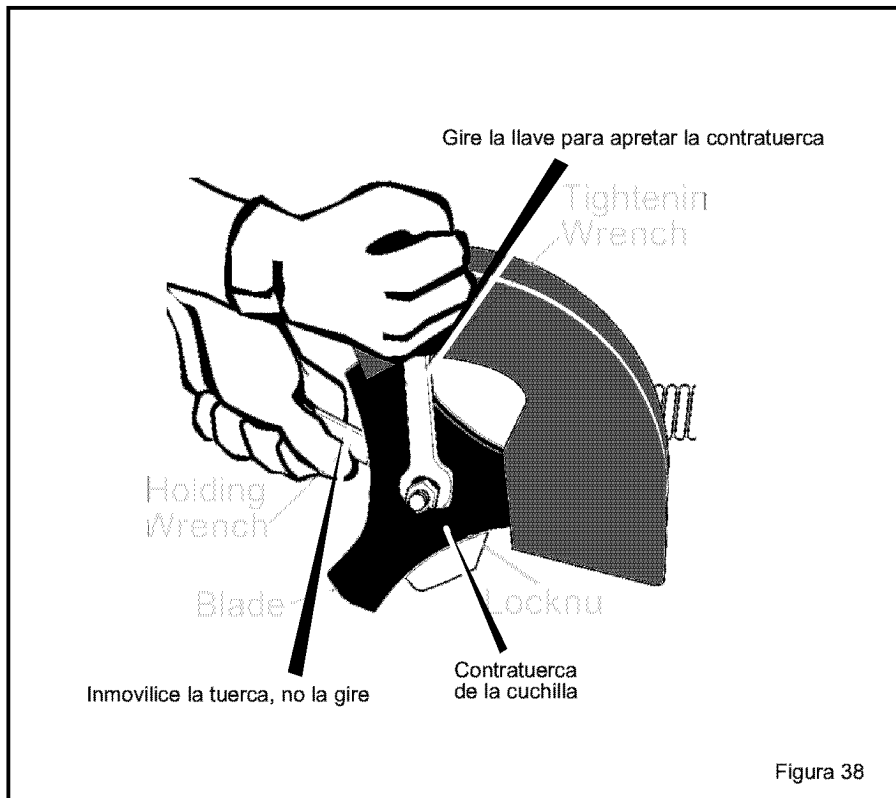

Figura 38
**ADVERTENCIA:** Para sacar o apretar la **contratuercas de la cuchilla**, use siempre el método ilustrado en la **Figura 38**. Coloque siempre una **llave de boca** para sujetar el perno ubicado detrás de la **cuchilla**.